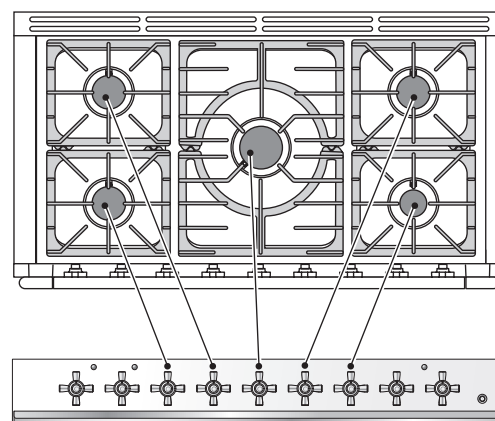

Fig. 2.2
- A.** 5 plaques chauffantes et un brûleur wok (**Fig. 2.2**)